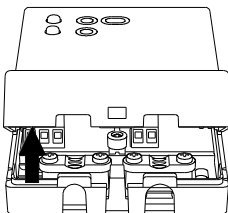

Abb. 3
- 3 Die Abdeckung nach oben heben und entfernen (Abb. 3).